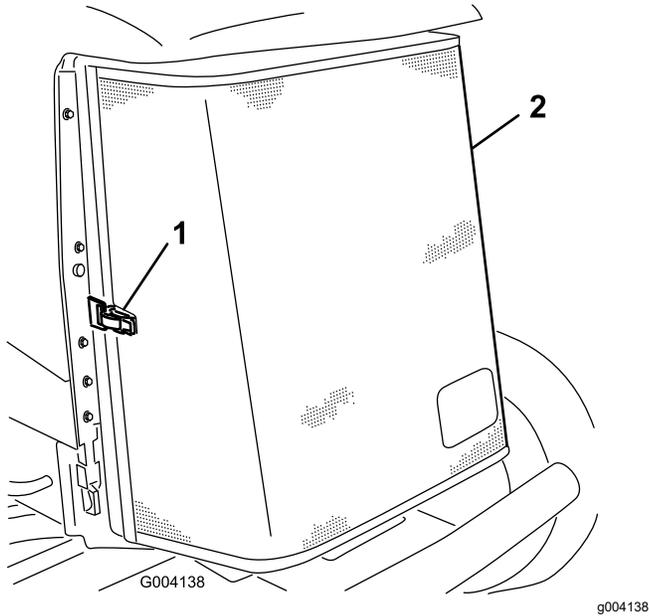

Figura 136
3. Desenganche y abra la rejilla trasera (Figura 136).